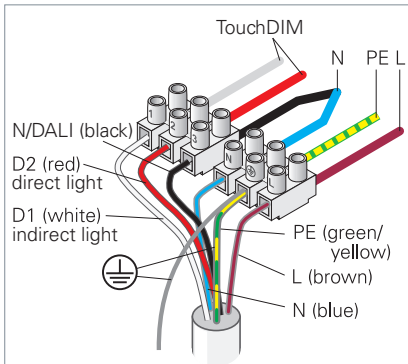

Fig. 5: Raccorder le luminaire sans capteurs pour le fonctionnement avec TouchDIM.
- Sur le côté de raccordement du luminaire, raccordez le câble métallique à la borne du conducteur de protection, voir Fig. 5.